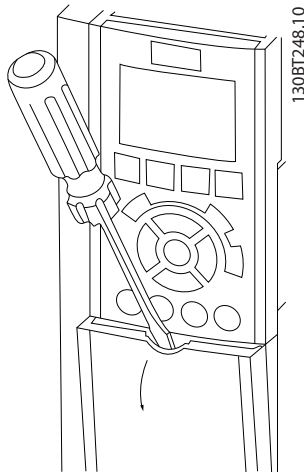
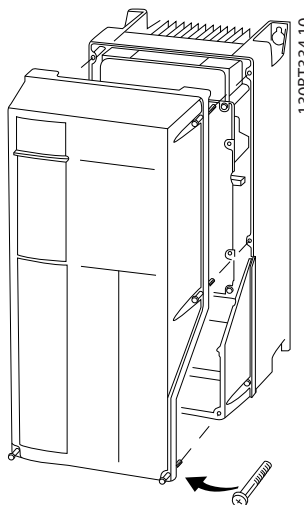

Ilustración 4.4 Acceso al cableado de las protecciones IP20 e IP21
Ilustración 4.5 Acceso al cableado de las protecciones IP55 e IP66
- Retire la cubierta con un destornillador (consulte la *Ilustración 4.4*) o aflojando los tornillos de fijación (consulte la *Ilustración 4.5*).